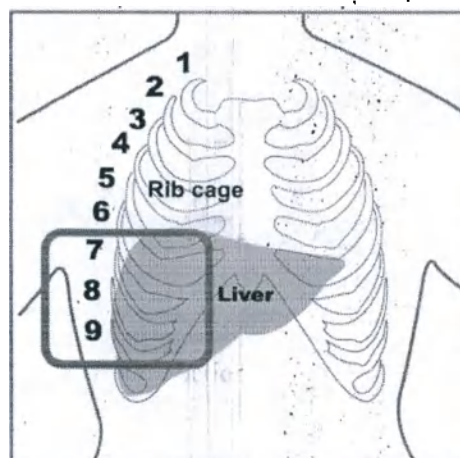

Рис. 7-2, 7-9-ое межреберные промежутки
2. Прикоснитесь к коже, начиная от мечевидного отростка двигайтесь вниз и вправо, вы обнаружите 7–9-е межреберные промежутки, как показано на рис. 7-2.